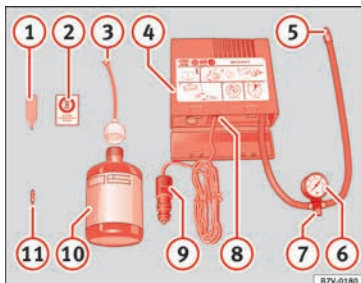

Abb. 83 Prinzipdarstellung: Bestandteile des Pannensets
Das Pannenset befindet sich im Gepäckraum unter dem Bodenbelag. Es besteht aus folgenden Bestandteilen » Abb. 83:
Den Reifenfüllschlauch » Abb. 83 ⑤ wieder anschließen und den Reifenfülldruck an der Reifenfülldruckanzeige ⑥ ablesen.